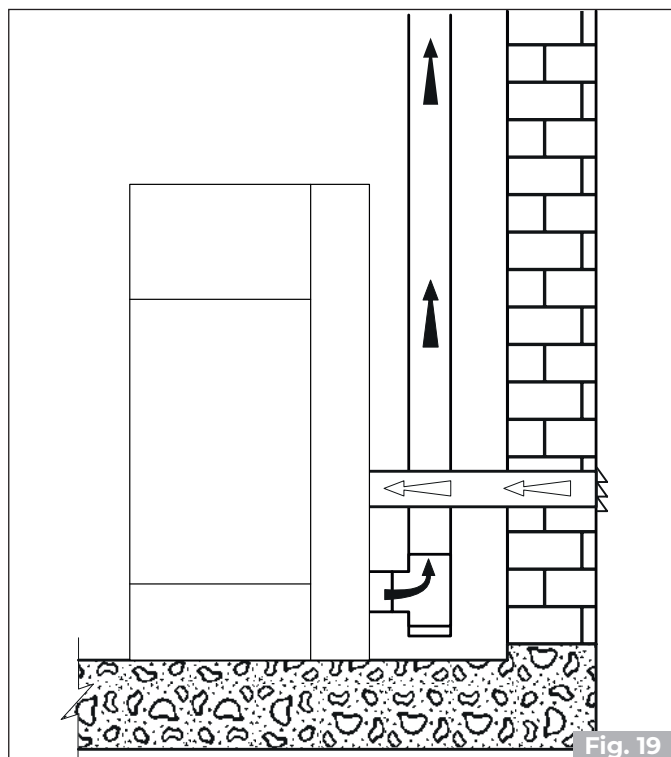

Fig. 19
- den Verbrennungslufteinlass des Geräts mit einem geeigneten Kanal an den Lufteinlass anschließen (**Abb. 17 - Abb. 19**).